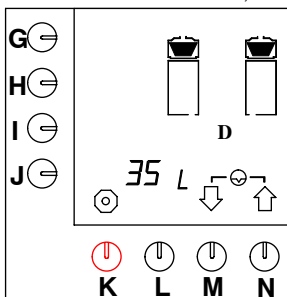

Fig. 55 Reimpostazione del contatore dei giorni della macchina di preparazione del caffè
- Premere il tasto di selezione (M.) \downarrow fino a che sullo schermo viene visualizzato quanto illustrato nella fig. 55 .